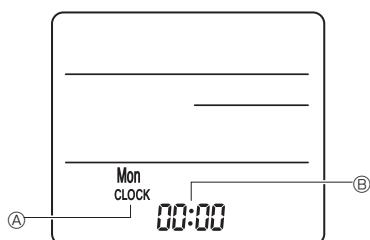

Fig. 6-8
3) Instelling (Klokinstelling) (Fig. 6-8)
- ① Plaats de batterijen of druk met een dun, puntig voorwerp op de toets ⓧ CLOCK, [CLOCK] Ⓢ en [:] Ⓣ gaan knipperen.
- ② Druk met een dun, puntig voorwerp op de toets ⓧ RESET Ⓤ.
③ Druk op de toets Ⓢ om de tijd in te stellen.